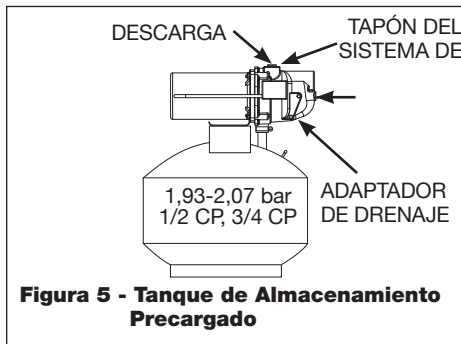

Figura 5 - Tanque de Almacenamiento Precargado
- Saque el tapón de drenaje y el tapón para cebar a fin de que se vacíe el sistema (Figura 5 en la página 26).